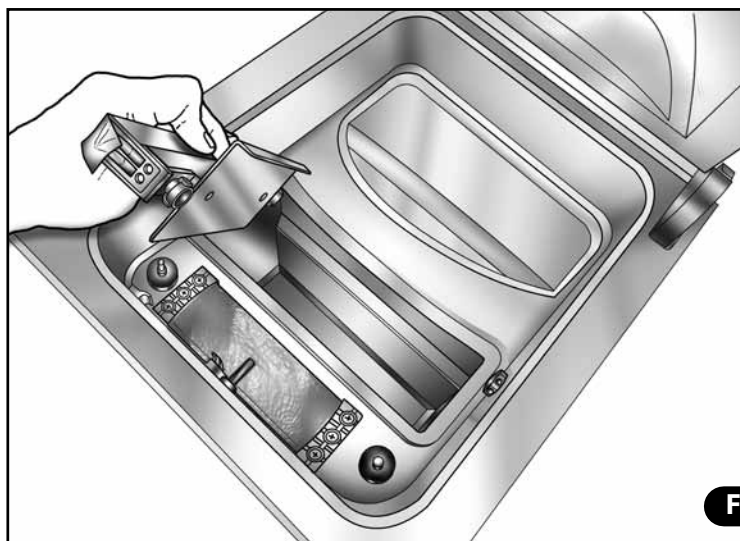

Fig. 2
2) Extraiga el cojinete y coloque el nuevo (**Fig. 2**).